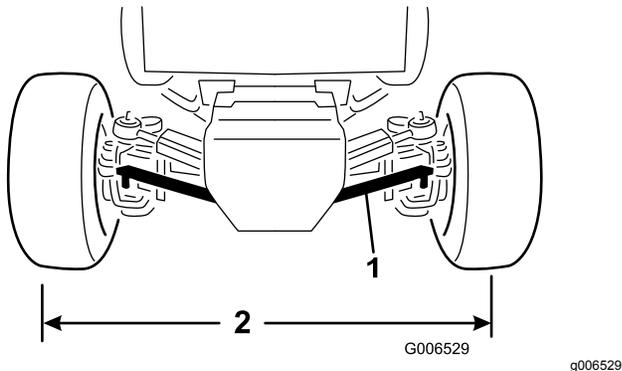

Figure 63
1. Enlevez la goupille fendue et l'écrou crénelé qui fixent une des rotules de biellette au support de montage sur le pont et détachez la rotule du pont (Figure 63).
3. Tournez la rotule de biellette dans un sens ou dans l'autre jusqu'à ce que l'entraxe soit égal à l'avant et à l'arrière des roues arrière (Figure 63).